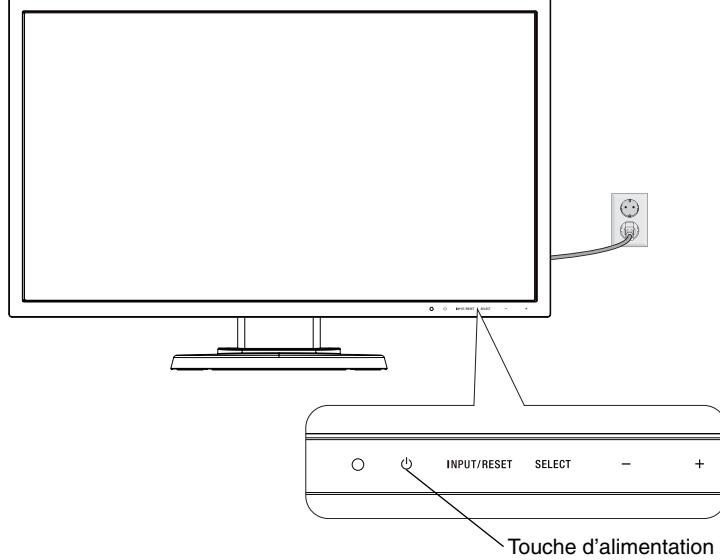

Figure E.1
- Allumez l'ordinateur et le moniteur en appuyant sur la touche d'alimentation située sur la face avant (**Figure E.1**).